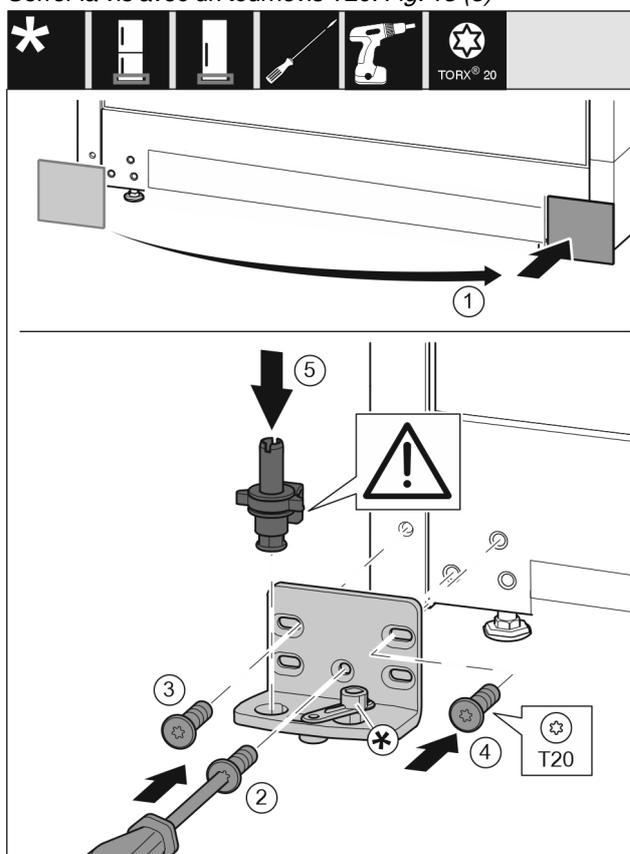

Fig. 14
- ▶ Enlever le cache et le mettre de l'autre côté. Fig. 14 (1)
- ▶ Poser le support de palier de l'autre côté et le visser à l'aide d'un tournevis T20. Commencer par la vis 2 en bas au milieu. Fig. 14 (2)
- ▶ Visser les vis 3 et 4. Fig. 14 (3,4)
- ▶ Mettre en place l'axe de palier complet. Veiller à ce que l'ergot d'enclenchement soit orienté en arrière. Fig. 14 (5)